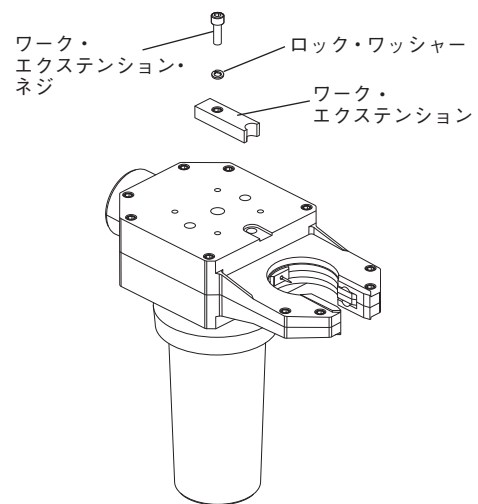

図 25：ワーク・エクステンションを取り外す
3. ワーク・エクステンション・ネジ、ロック・ワッシャー、ワーク・エクステンションを取り外します。ワーク・エクステンションにピット、磨耗、損傷が生じていないか検査します。図 25 をご参照ください。